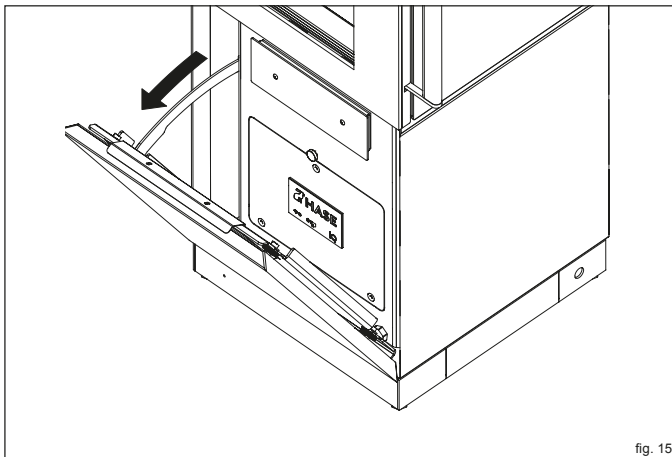

fig. 15
- ▶ **Aprire lo sportello di controllo (fig. 15).**
- **Estrarre dall'apertura il cassetto di raccolta della cenere presente sul coperchio (fig. 15).**